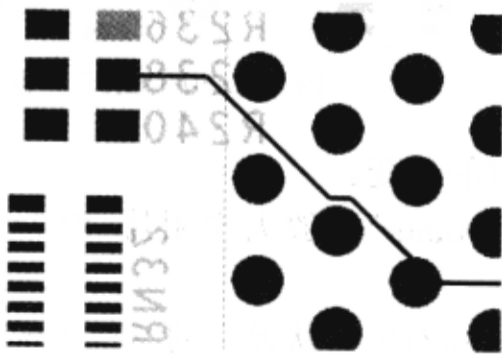

图 4-2-16 调整布线 (1)
(2) 单击 R238 与 XU1 之间的布线→移动布线→调整好后单击鼠标右键→从弹出的菜单中选择“Done”，如图 4-2-16 所示。